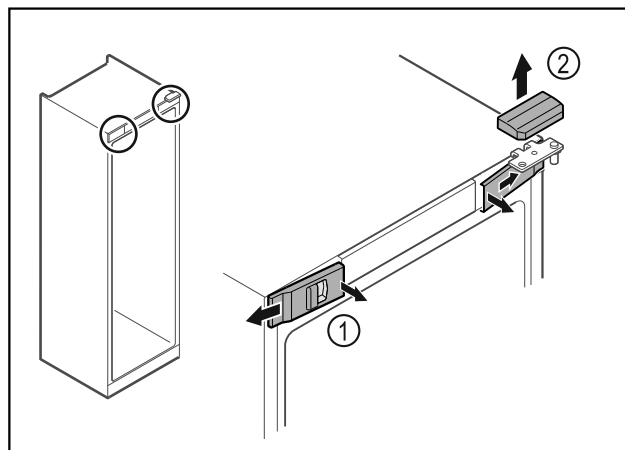

Fig. 17
- ▶ Uvolněte uvnitř přední kryty Fig. 17 (1) a sejměte je stranou.
- ▶ Horní kryt Fig. 17 (2) odeberte směrem nahoru.